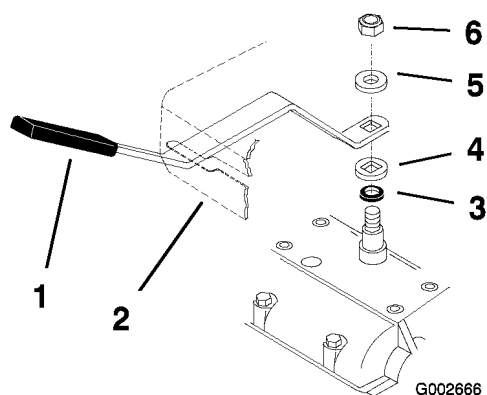

Figura 7
1. Ponga la palanca en segunda velocidad y verifique la alineación de la palanca en la ranura de la chapa de la palanca de cambios. Debe haber la misma holgura por encima y por debajo de la palanca (Figura 7).
2. Si la holgura no es correcta, retire la palanca y dóblela ligeramente para ajustarla (Figura 7).
3. Ponga la palanca en punto muerto y verifique la alineación de la palanca en la ranura de la chapa de la palanca de cambios. Debe haber la misma holgura en ambos lados de la palanca (Figura 7).